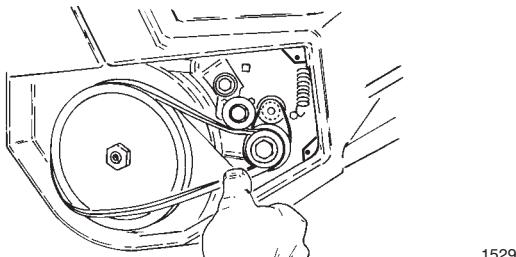

Bild 19
- Drehen Sie die Rotorblätter mit der linken Hand und schieben Sie gleichzeitig den Riemen mit der rechten Hand auf die große Spannscheibe (Bild 19).
- Schieben Sie den großen Riemen über die kleine Spannscheibe (Bild 19). Siehe Schritte 5 bis 9 in Abschnitt „Austauschen des großen Riemens“ auf Seite 11.